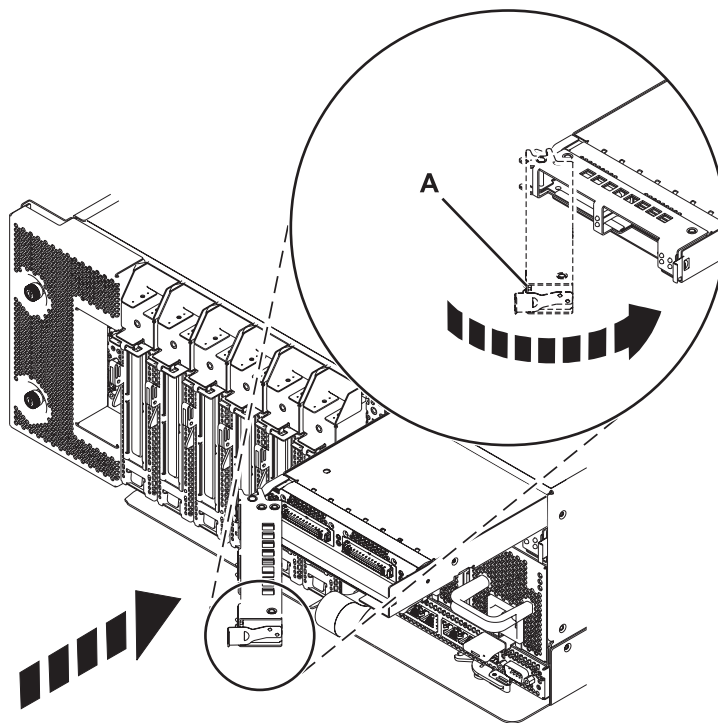

Figura 4. Instalación de un adaptador GX en el sistema
6. Mueva el asa (**A**), mostrado en la Figura 4 en la página 12, hacia el sistema hasta que el asa se detenga contra el adaptador.